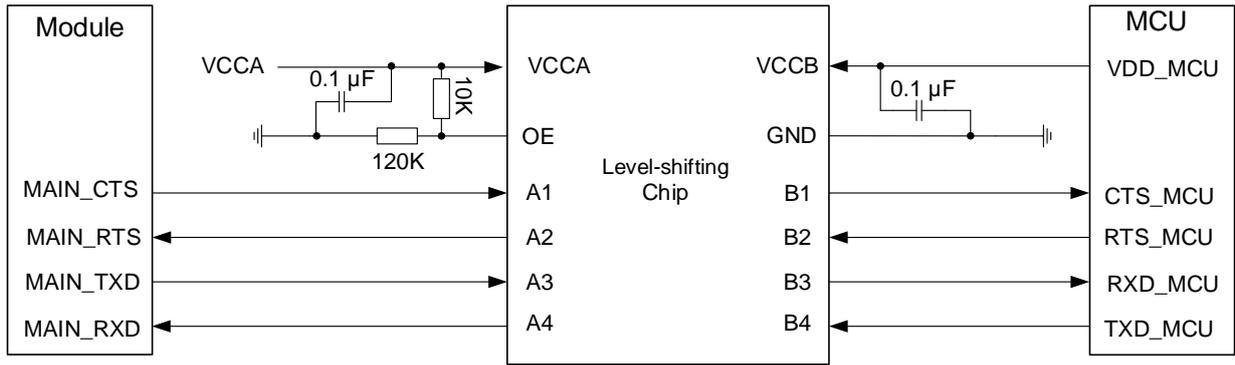
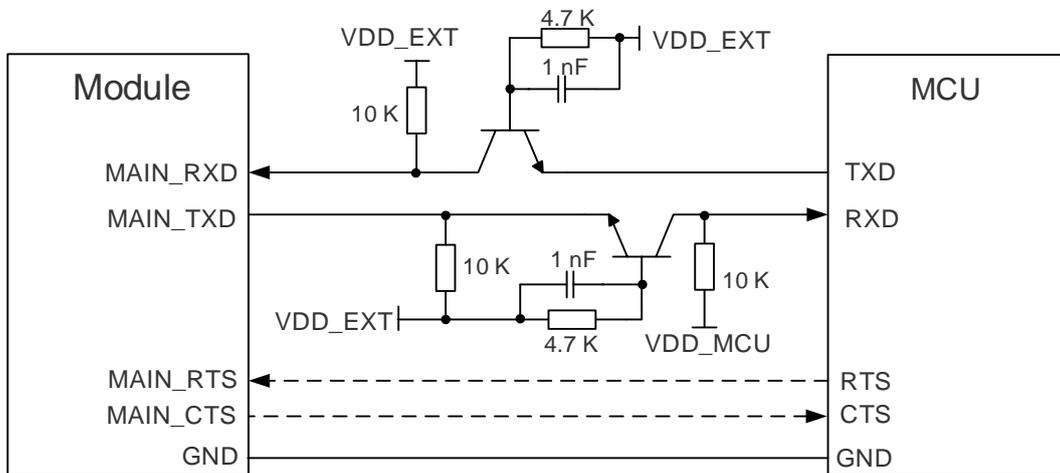

图 20: 电平转换芯片参考电路
图 21: 晶体管电平转换电路参考设计图
3. 电平转换参考电路（图 20 和图 21）以主 UART 为例，调试 UART 和辅助 UART 的电平转换电路